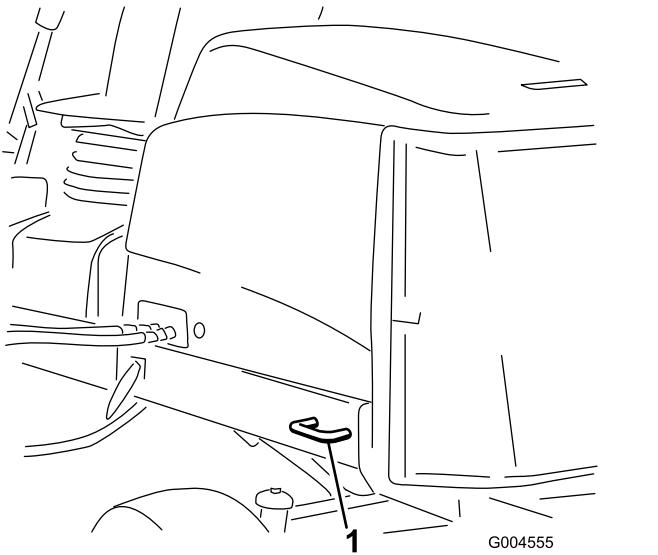

Figura 26
- **Parte trasera de la máquina** – en cada lado de la máquina, en el bastidor trasero (Figura 26).